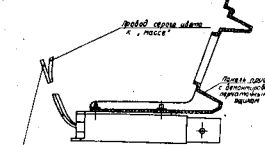

Рис. 4
5.7.3. Закрепить кассету дозиметра на панели приборов согласно рис. 4, используя метки из комплекта.